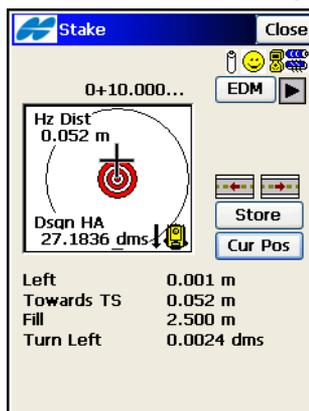

Abbildung 9-24. Absteckung
- Im TS-Modus zielen Sie das Prisma an. Tippen Sie im Fenster **Absteckung** auf die Schaltfläche **Akt Pos**, um das Ziel anzu-messen. Über die Schaltfläche **EDM** können Sie den Strecken-messmodus wechseln (*Grob*, *Fein* oder *Coarse Tracking*). Wenn die Position nah genug an der Sollposition liegt, tippen Sie zum Speichern auf **Mess** (Abbildung 9-24).
Mit  bzw.  (linker/rechter Abstand) wählen Sie die vorherige bzw. nächste Stationierung für die Absteckung aus (Abbildung 9-24 auf Seite 9-18).